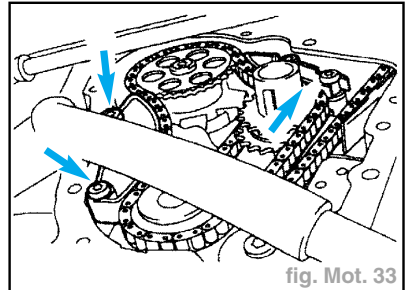

fig. Mot. 33
- Déposer les guides de chaînes d'entraînement de pompe à huile (fig. Mot. 33).
- Poser les guides de chaîne d'entraînement de pompe à huile (fig. Mot. 33) :